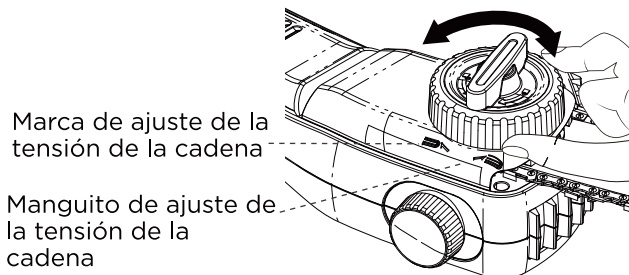

Fig. 11
3. Ajuste la tensión de la cadena con el casquillo de ajuste de la tensión de la cadena de acuerdo con la marca de ajuste de la tensión de la cadena de la cubierta lateral. Al girar el manguito en el sentido de las agujas del reloj, aumenta la tensión de la cadena. Al girarlo en sentido antihorario, disminuye la tensión de la cadena. (Fig. 11).